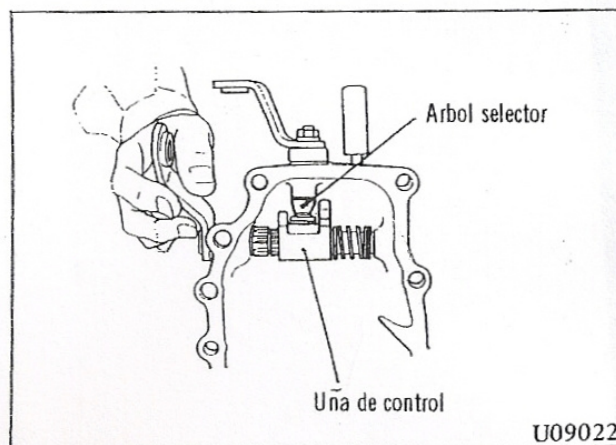

Fig. 22 Instalación del retenedor de cojinete trasero (1)
18. Colocar y ajustar el árbol selector en la uña de control tal como se muestra en la Fig. 22. Con la palanca de cambio apretada hacia adelante, introducir el retenedor de cojinete trasero hasta llegar al extremo del pasador de espiga. En esta posición, tirar de la palanca de cambio hacia atrás y confirmar que la uña de control se ajusta bien en el árbol de la horquilla de cambio. Luego, instalar el retenedor de cojinete trasero.